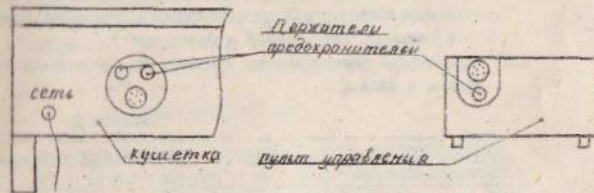

Рис.10
9.4.1. Установка защищена тремя предохранителями F 1; F 2; F 3; (см.приложение 2). Два из них F 2 и F 3 расположены на кушетке над гнездом кабеля управления, а F 1 - на пульте управления под гнездом кабеля управления (рис.10). Для смены предохранителя необходимо при выкутом из розетки сетевого шнура надавить на ребристую головку держателя предохранителя, повернуть ее против часовой стрелки и вытащить вместе с предохранителем. Вставить предохранитель из комплекта ЗИИ и установить его на место в обратной последовательности.